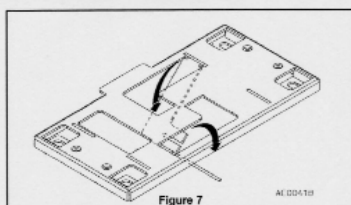

Figure 7
- Piler à 90° vers le bas les deux pattes de scellement de la plaque d'ancrage (fig. 7) et boucher les trous filetés pour éviter qu'ils se remplissent de déchets.